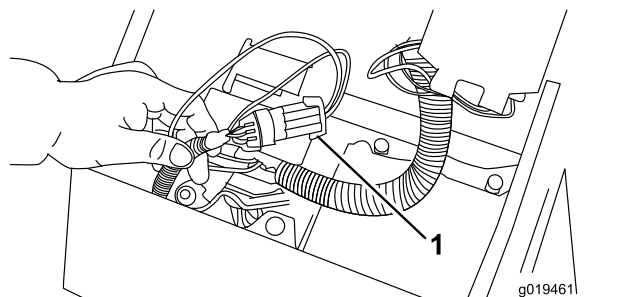

Figure 30
2. Ouvrez le couvercle du panneau de commande. Localisez le faisceau de câblage et le connecteur de bouclage. Débranchez le connecteur de bouclage du faisceau de câblage avec précaution (Figure 30).